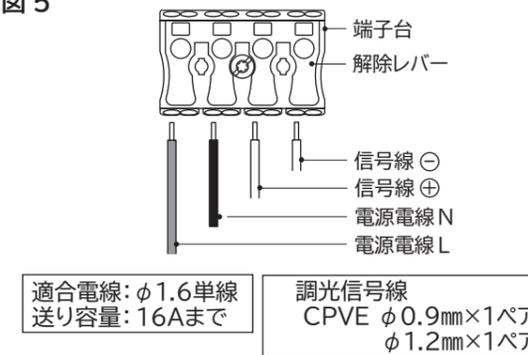

図6
- ・左右の向きを調整するには、左右・角度調整ナットを一旦ゆるめ、調整後、止めネジを締め付けて固定してください。(図6)